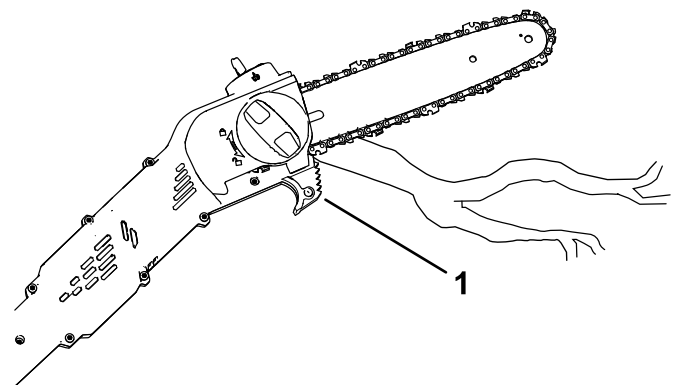

Figure 11
5. Coupez la branche vers l'arrière du guide-chaîne, près du guide de coupe; appuyez la chaîne légèrement contre le bois et laissez agir le poids de l'élagueuse pour couper (Figure 11).